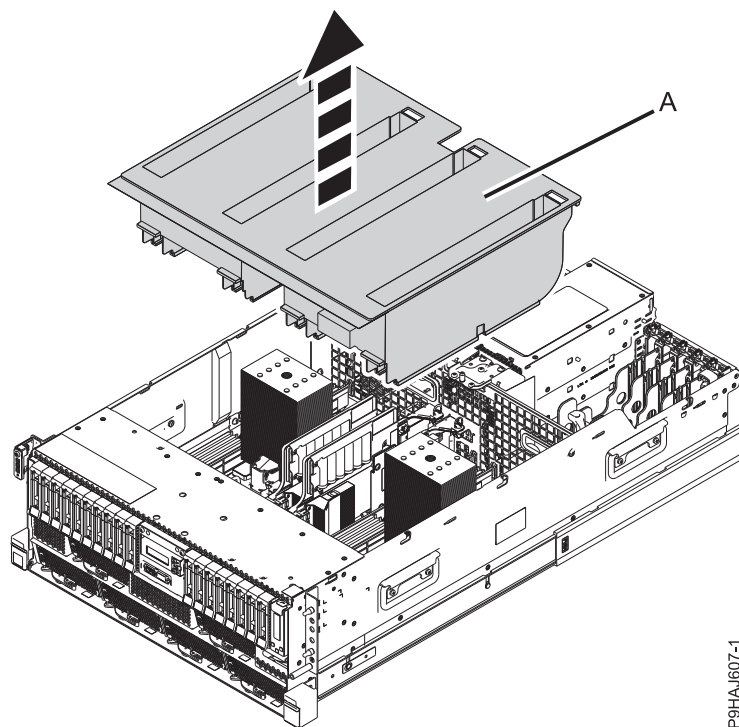
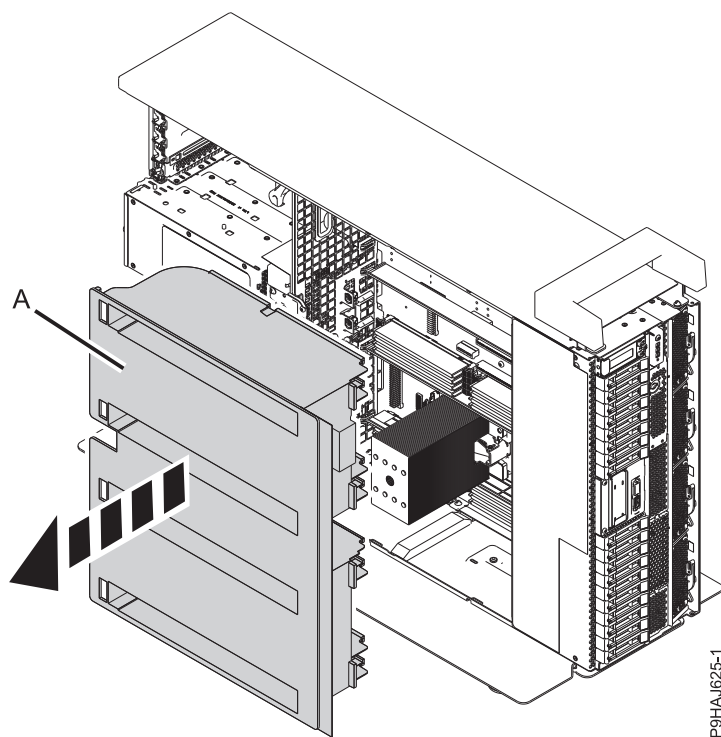

Figura 2. Extracción del deflector de aire de un sistema montado en bastidor
Figura 3. Extracción del deflector de aire de un sistema autónomo
2. Para un sistema montado en bastidor, levante el deflector de aire (A) verticalmente tal como se muestra en la Figura 2 en la página 5. Para un sistema autónomo, extraiga el deflector de aire (A) hacia fuera tal como se muestra en la Figura 3 en la página 5.